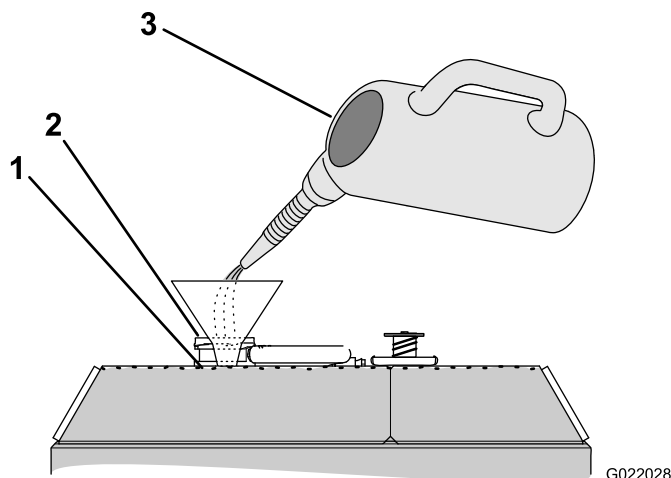

Figura 141
3. Adicione líquido de arrefecimento no radiador até o nível beirar o fundo do bocal de enchimento (Figura 141).